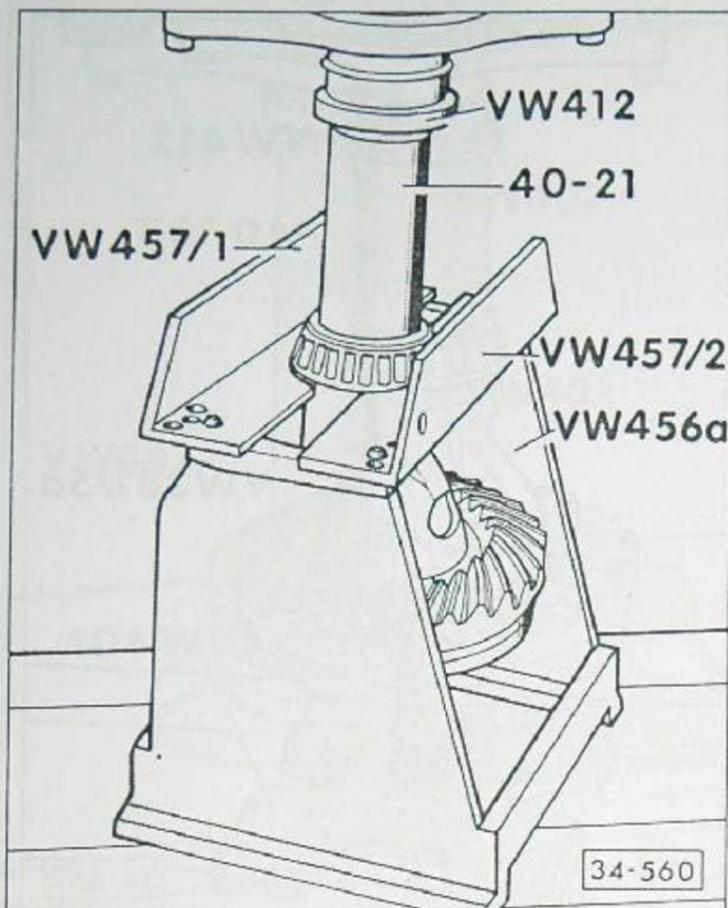

Fig. 5 Bague intérieure/roulement à rouleaux coniques: extraction du boîtier de différentiel à la presse
- Extraire à la presse – fig. 5